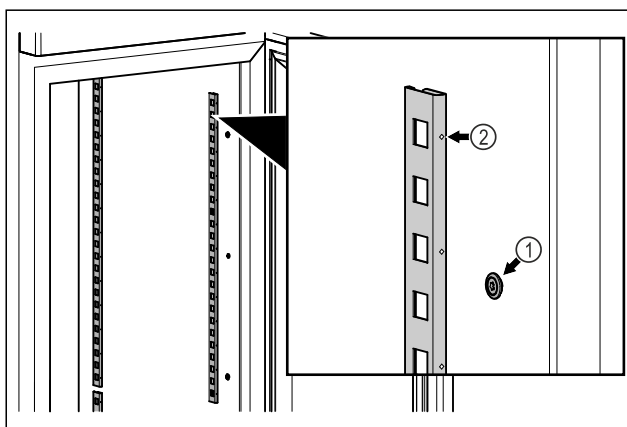

Fig. 81 Simbolična slika
- Zagozdne letve obesite na Fig. 81 (1) obešalni element. Oznaka Fig. 81 (2) mora biti obrnjena naprej.